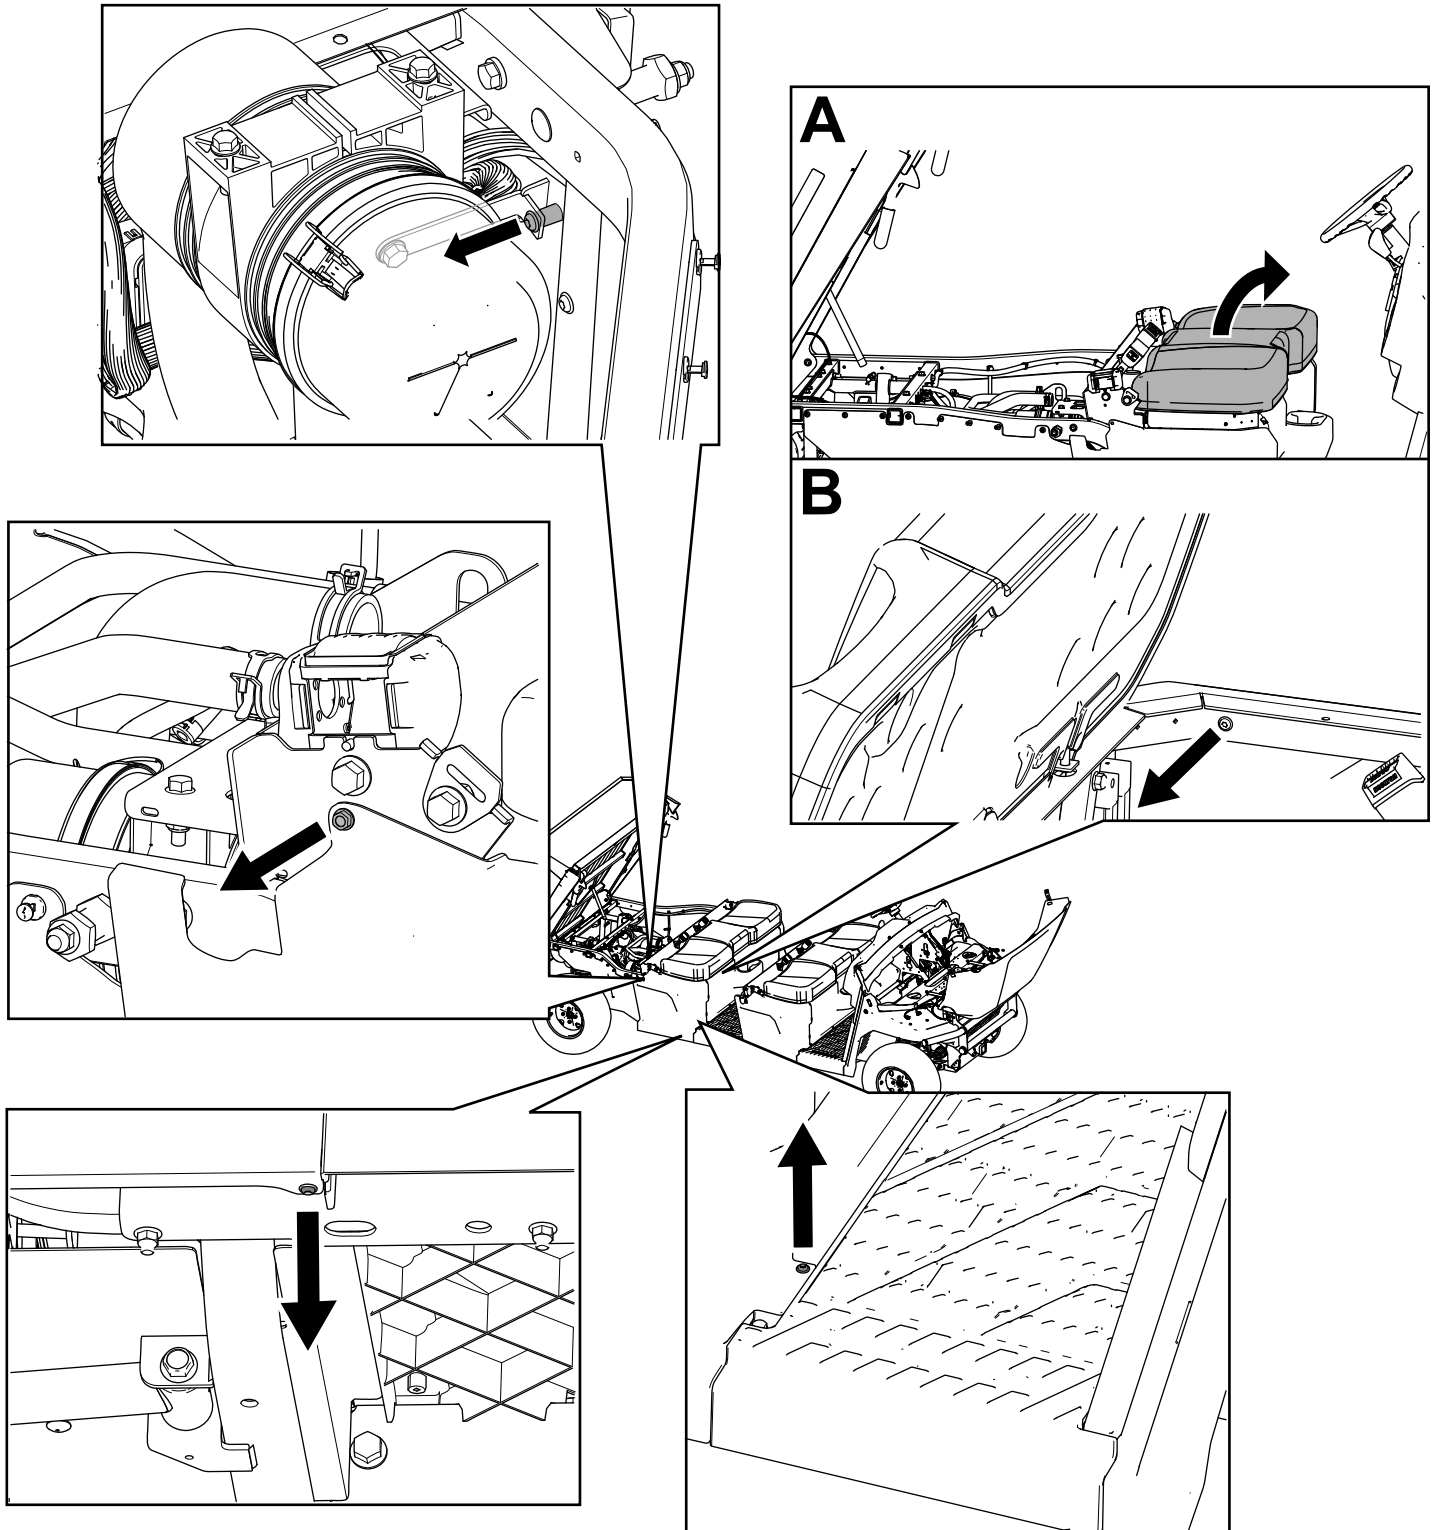

Figure 38
3. Retirez les boulons à tête hexagonale à embase ( $\frac{1}{4} \times \frac{3}{4}$  po) et les fixations à tête Torx T30 des 2 panneaux de base gauches et des 2 panneaux de base droits du siège (Figure 38).